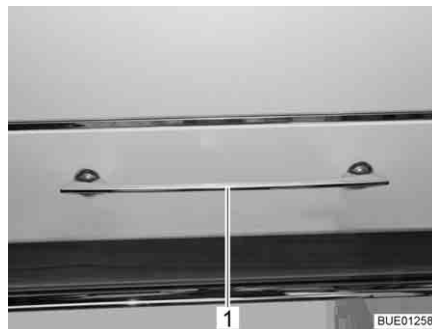
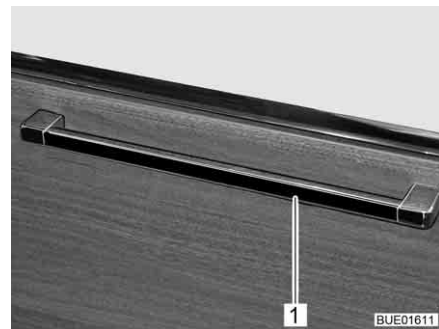

Fig. 77 Sportello del mobile con maniglia di sbloccaggio
Fig. 78 Sportello del mobile con maniglia di sbloccaggio (alternativa)
- Premere la maniglia di sbloccaggio (Fig. 77,1 o Fig. 78,1) verso l'alto, di lato o verso il basso, a seconda della posizione di montaggio, e tenerla premuta.